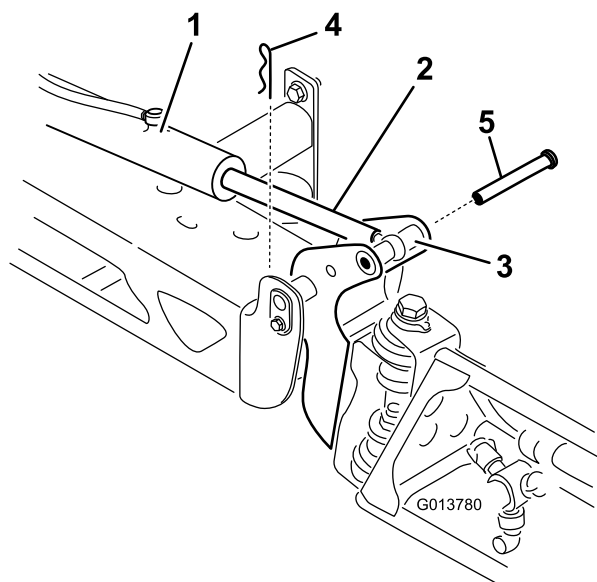

Figura 34
2. Retire o contrapino do pino de articulação (Figura 34).
3. Eleve rampa e retire o pino (Figura 34) e lentamente baixe a rampa para o solo.
9. Enquanto segura na rampa, insira o pino através tanto da articulação da rampa como da barra do acionador (Figura 34).